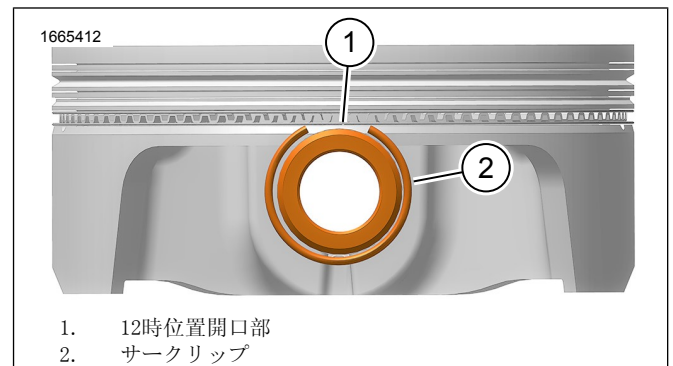

図5。ピストン上のサークリップ位置
- 図5 サークリップ(2)が溝に完全にはまっていることを確認します。